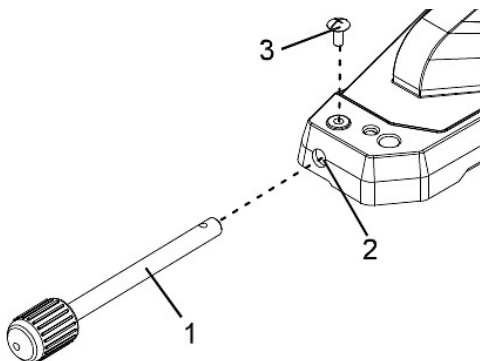

Abb. 10: Verriegelungshandgriff für den Neigungswinkel
7.4 Anbringung der hinteren Stützstange (Abb. 10)